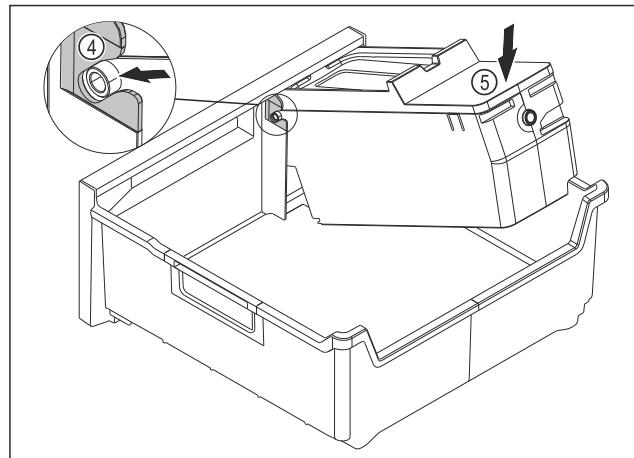

Fig. 140
- Montáž korpusu EasyTwist-Ice: Osy korpusu EasyTwist-Ice zasuňte do vedení Fig. 140 (4).
- Stlačte korpus EasyTwist-Ice Fig. 140 (5) vzadu dolů.